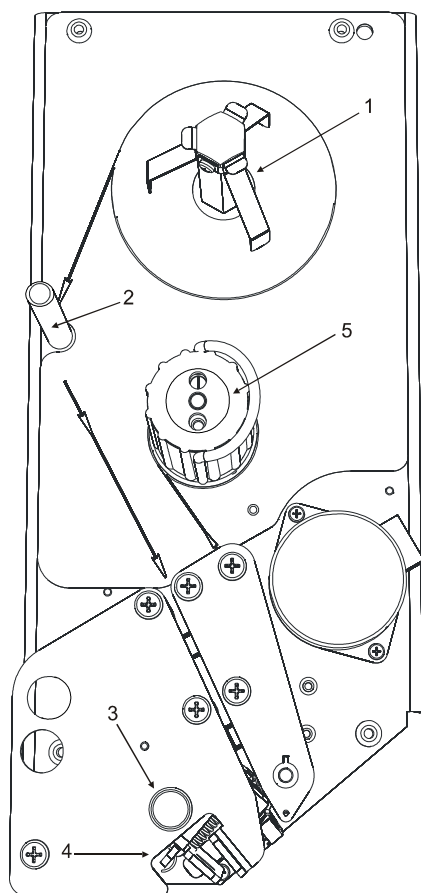

Рис. 28
- для весов ШТРИХ-ПРИНТ, ШТРИХ-ПРИНТ М, ШТРИХ-ПРИНТ Ф1 и ШТРИХ-ПРИНТ С нажмите кнопку открытия головки принтера **3** до щелчка, кнопка останется утопленной, см. рисунок 28;
- для весов ШТРИХ-ПРИНТ, ШТРИХ-ПРИНТ М и ШТРИХ-ПРИНТ Ф1 сведите рычаги закрытия головки принтера **4** до щелчка, см. рисунок 28;